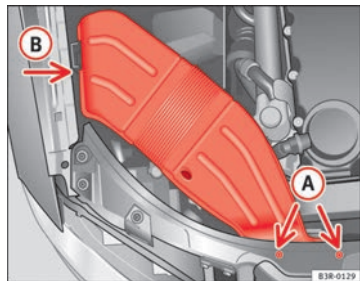

Abb. 191 Luftführungshutze an rechter Fahrzeugseite
- Drehen Sie die Schrauben **(A)** ⇒ Abb. 191 heraus.